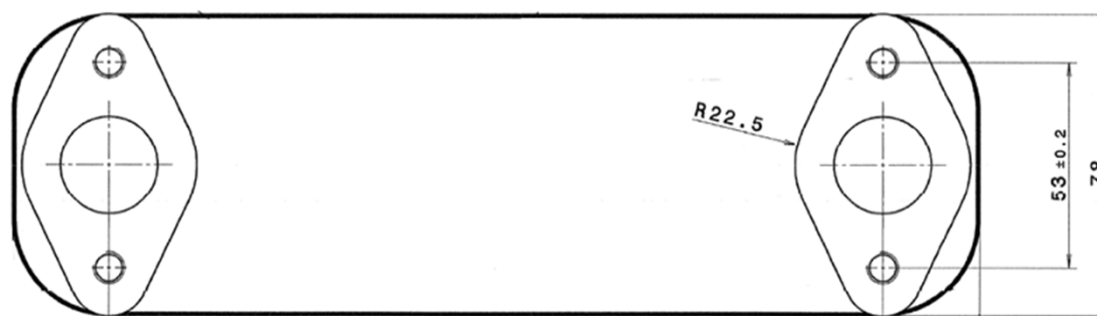
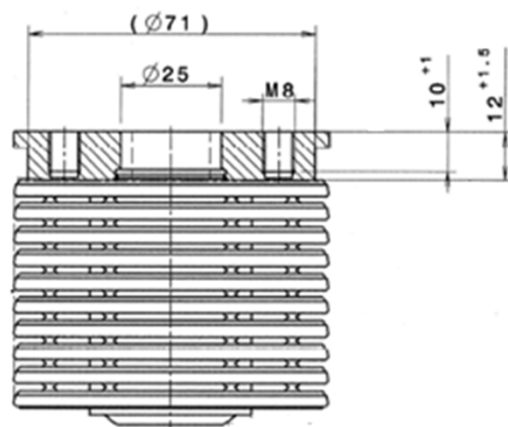

Рис. 1
Рис. 2
3. На фланцы теплопередающего элемента установить заглушки через резиновые прокладки и закрепить винтами. Одна глухая, другая со штуцером для подвода сжатого воздуха. Заглушки и прокладки изготовить самостоятельно по форме повторяющей контур фланца теплообменника см. рис. 1. Длину винтов для фланцев подобрать исходя из глубины резьбовых отверстий элемента (затянутый винт не должен стержнем упираться в дно отверстия и вворачиваться в отверстие не менее 4-х витков) рис. 2. Момент затяжки винтов – до герметизации, но не более 15 Н·м.